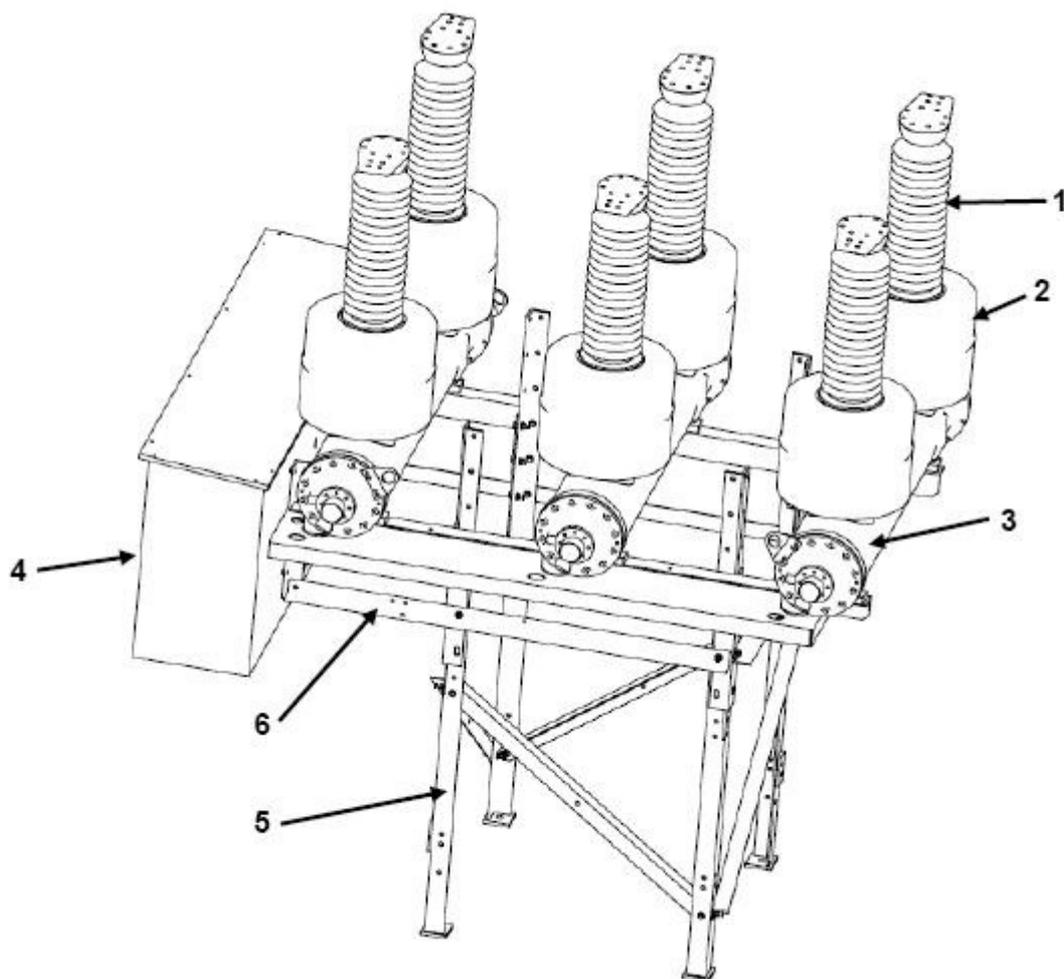

Figura 1: Visão Geral do Disjuntor
1.0 Descrição dos Componentes (referir-se à Figura 1)